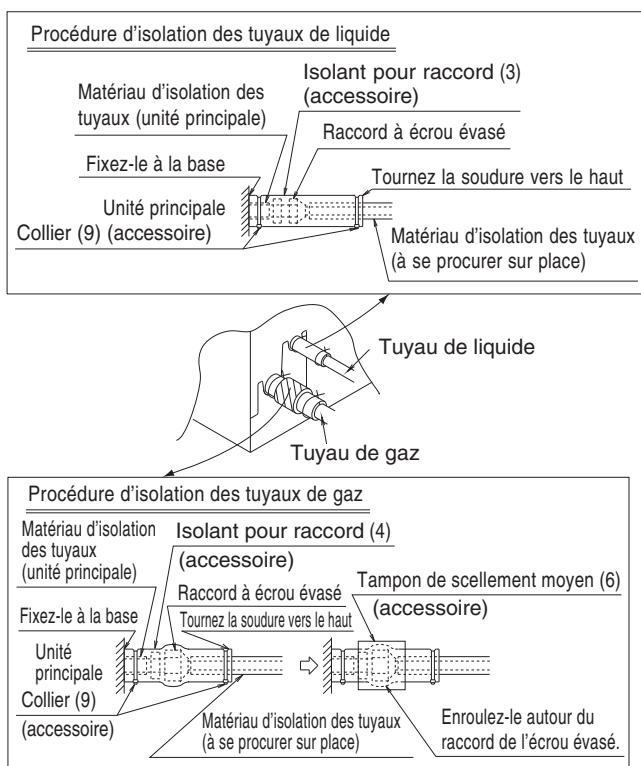

Fig. 8
**(2) Le travail terminé, vérifiez que le gaz ne fuit pas.**
**(3) Après avoir vérifié que le gaz ne fuit pas, assurez-vous d'isoler les raccords des tuyaux en vous reportant à la Fig. 8.**
- Isolez-les avec l'isolant pour raccord (3) (4) fourni avec les tuyaux de liquide et de gaz. En outre, assurez-vous que la soudure de l'isolant pour raccord (3) (4) des tuyaux de liquide et de gaz est tournée vers le haut.